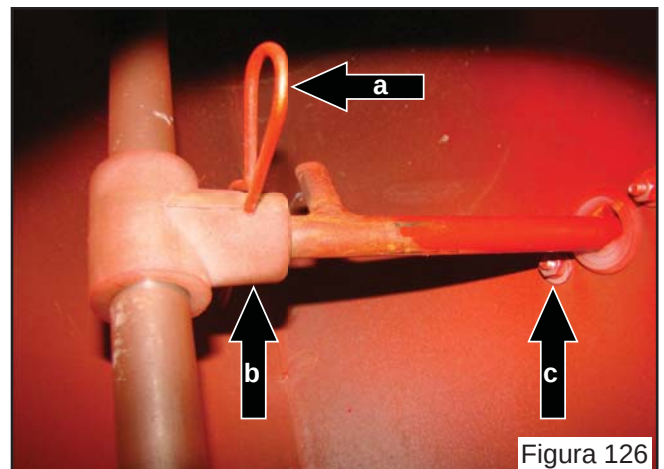

Figura 126
- Para a substituição do guia do dedo retrátil ("b" Figura 130), após soltar os pinos retráteis, retire os parafusos ("c" Figura 126) e efetue a substituição e em seguida monte o pino retrátil;